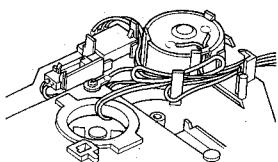

Abb. 10
- Bei der Demontage und dem Wiederzusammenbau achten Sie darauf, daß die Kabel, wie in Abb. 10 gezeigt, verlegt werden.